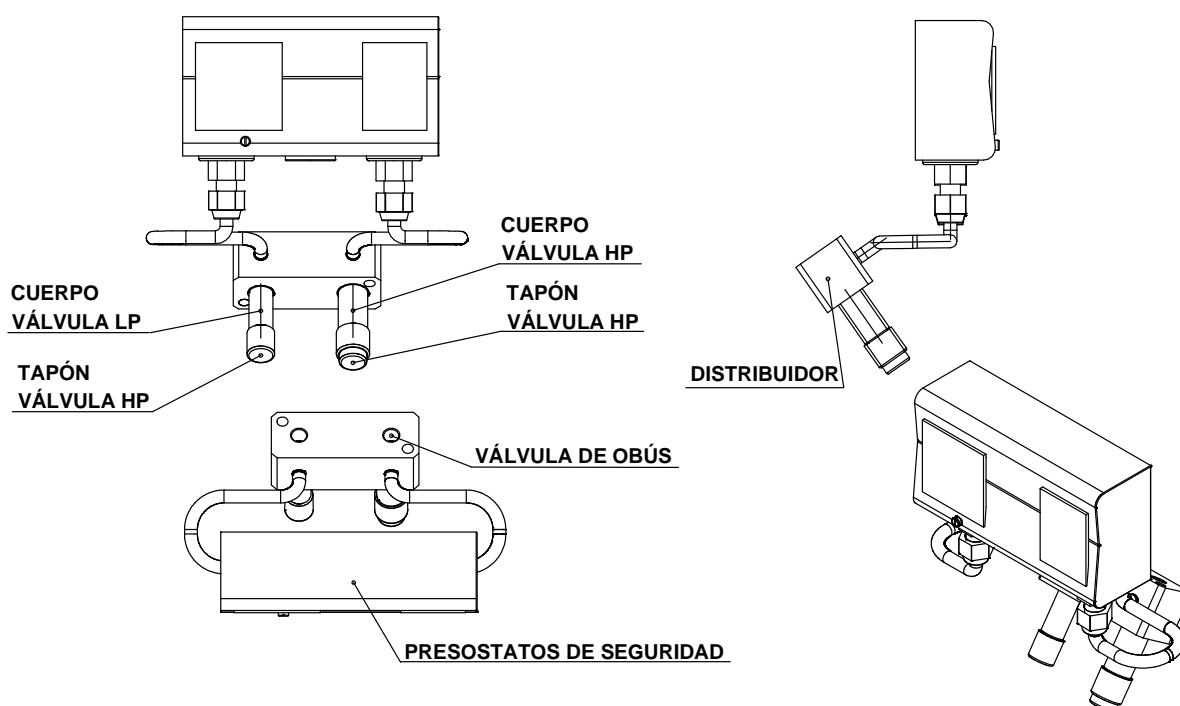

Figura A-12. Controles de refrigeración
A.3.1.12 Controles de refrigeración (Figura A-12)